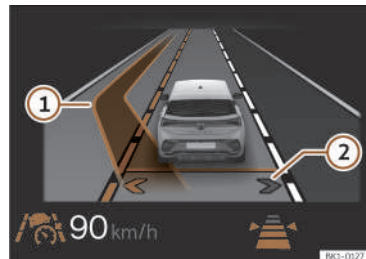

Fig. 120 Sul display del quadro strumenti: visualizzazione del cambio di corsia assistito (rappresentazione schematica).
Il cambio di corsia assistito viene attivato. Le frecce per la propria corsia sono visualizzate in grigio sul display del quadro strumenti >>> **fig. 120** ②
Se il sistema non ha rilevato alcun oggetto nel campo di rilevamento del sistema di sensori e un cambio di corsia assistito in una corsia adiacente è possibile, la corsia corrispondente viene visualizzata sul display del quadro strumenti accanto alla corsia del conducente. La freccia sul lato della corsia corrispondente è mostrata in bianco >>> **fig. 120** ②.